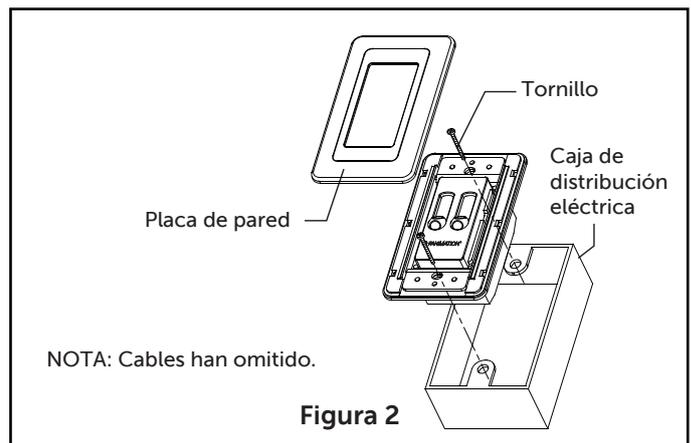

Figura 2
- Fije la unidad del control de pared en la caja de conexiones utilizando los dos tornillos suministrados. Entonces, la placa de pared une el control de pared. (Figura 2)